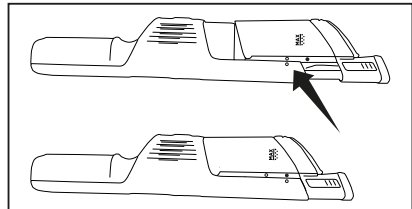

Fig. 6
4. Alignez la cartouche à filtres avec le réservoir à poussière et faites-la glisser en place (Fig. 6).
5. Alignez les flèches se trouvant sur le réservoir à poussière et l'aspirateur (Fig. 6) puis faites glisser jusqu'à ce qu'il s'enclenche en place.